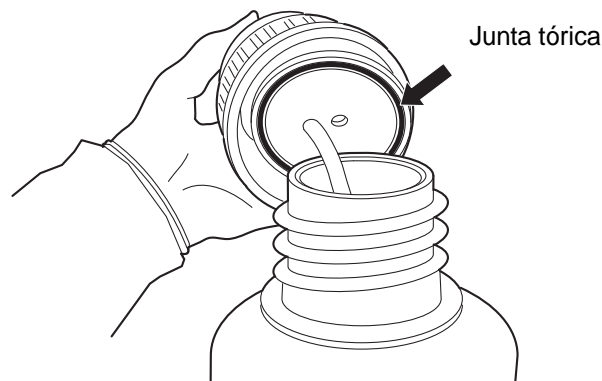

Figura 8-10 Comprobación de la junta tórica del frasco para residuos
4. Antes de volver a instalar el frasco, inspeccione la junta tórica del interior del tapón para comprobar si hay detritos. Consulte la Figura 8-10.